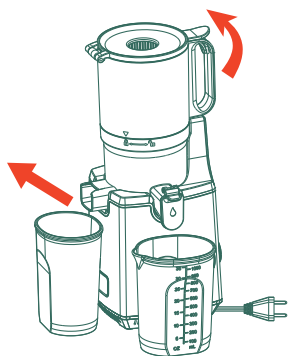

Fig. 10
1. Retirez les récipients de jus et de pulpe et ouvrez le couvercle. (Fig. 10) -- **Mettez votre index dans le trou de la poignée et tirez sur la gâchette pour libérer l'interrupteur de sécurité.**